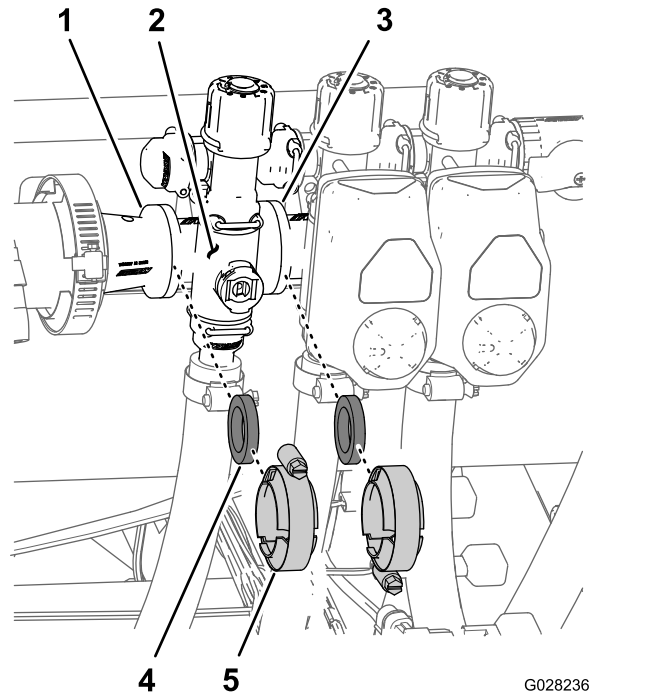

Figure 89
1. Déposez les colliers et les joints qui fixent le collecteur de la vanne de section (Figure 89) à la vanne de section adjacente (s'il s'agit de la vanne de section gauche, et accouplement réducteur).